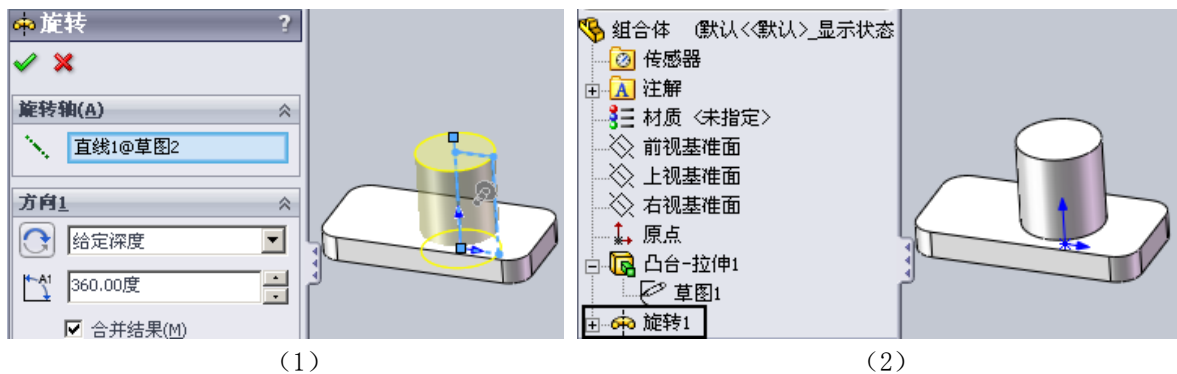

图 1-27 创建旋转特征
单击命令管理器中“旋转凸台/基体”命令图标，系统默认以绘制的竖直中心线为旋转中心 360° 旋转矩形，如图 1-27 (1) 所示，全部采用默认值，单击“”确定，即创建旋转特征，结果如图 1-27 (2) 所示。